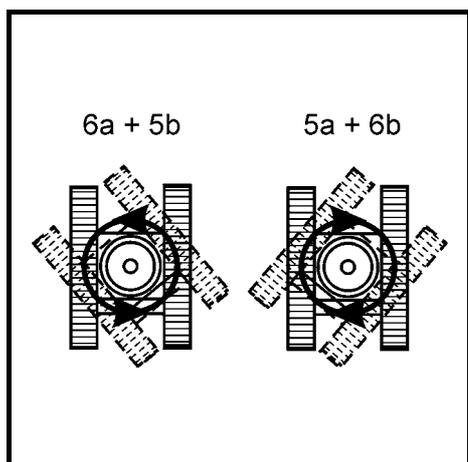

Fig. 21
- To turn left (Fig. 21):
- To turn right (Fig. 21):